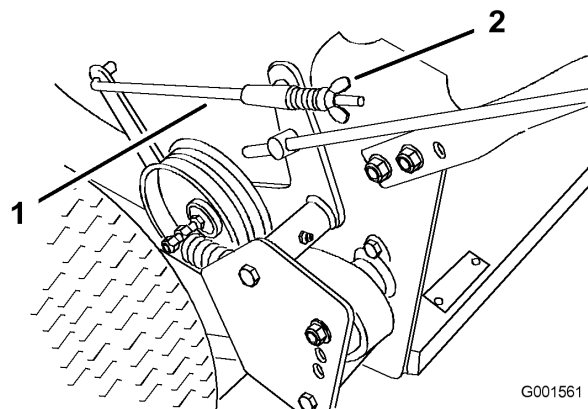

Figure 29
3. Pour régler les freins, tournez les écrous à oreilles sur les tiges de freins (Figure 29). Tournez les écrous à oreilles dans le sens horaire pour serrer les freins, et dans le sens anti-horaire pour les desserrer.